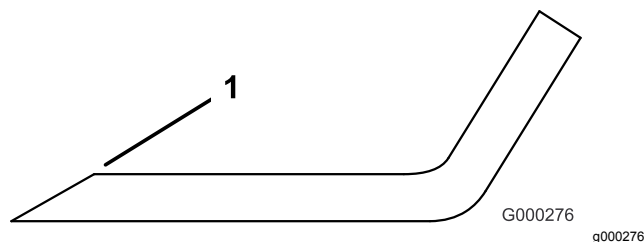

図 30
3. 全部のブレードの刃先を丁寧に点検する。刃先が鈍くなっていたり欠けていたりした場合には研磨する。研磨は刃先の上面だけに行い、刃の元々の角度を変えないように十分注意する 図 30。ブレードの左右を均等に削れば、バランスを狂わすことなく研磨を行うことができる。